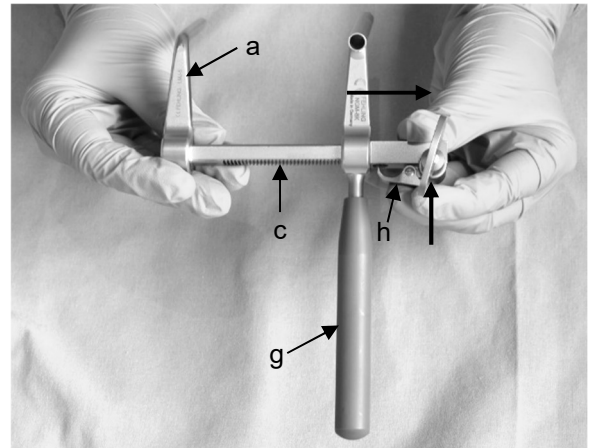

Abb. 10a
7. Nachdem die zweite Distractionsschraube angebracht wurde, wird das Spreizersystem mit der Bohrlehre entfernt und das Spreizersystem wird wieder in den ursprünglichen Zustand gebracht. Hierfür wird die Bohrlehre (g) auf der Zahnstange (c) soweit nach außen transportiert bis sie sich abnehmen lässt (Abb. 10a). Währenddessen die Sperre der Bohrlehre (h) durch Druck in Richtung der Zahnstange (c) lösen.